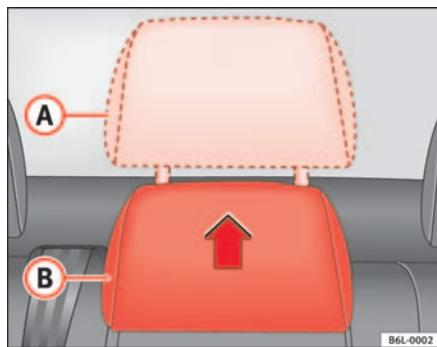

Fig. 5 Ajuste del apoyacabezas posterior central
- Posición elevada o de uso A ⇒ fig. 5. En esta posición el apoyacabezas se comporta como un apoyacabezas convencional, protegiendo junto con el cinturón de seguridad al ocupante de la plaza central posterior.
- Posición de reposo B ⇒ fig. 5. Esta posición facilita la visibilidad posterior al conductor.